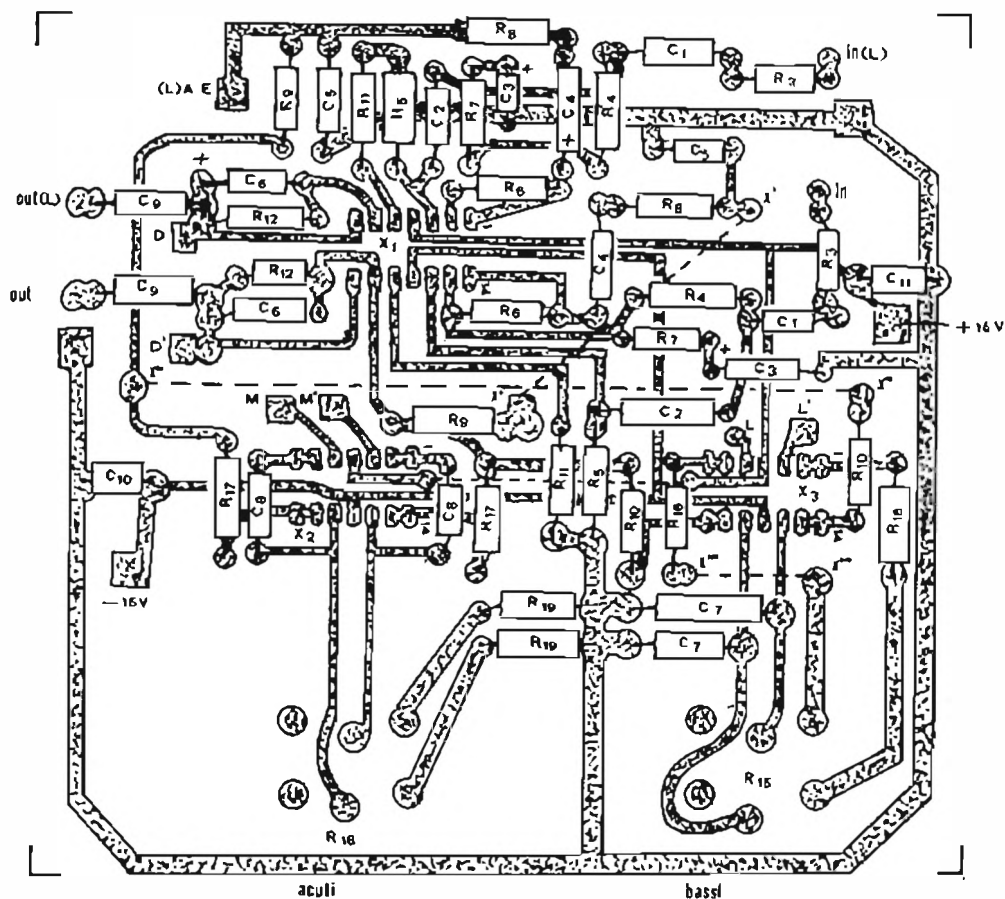

figura 9
N.B. - Nei circuiti stampati lato componenti figure 3 e 9 non dimenticarsi, rispettivamente, dei collegamenti X-X; X'-X' (figura 3); X-X; X'-X'; X''-X''; X'''-X''' (figura 9).